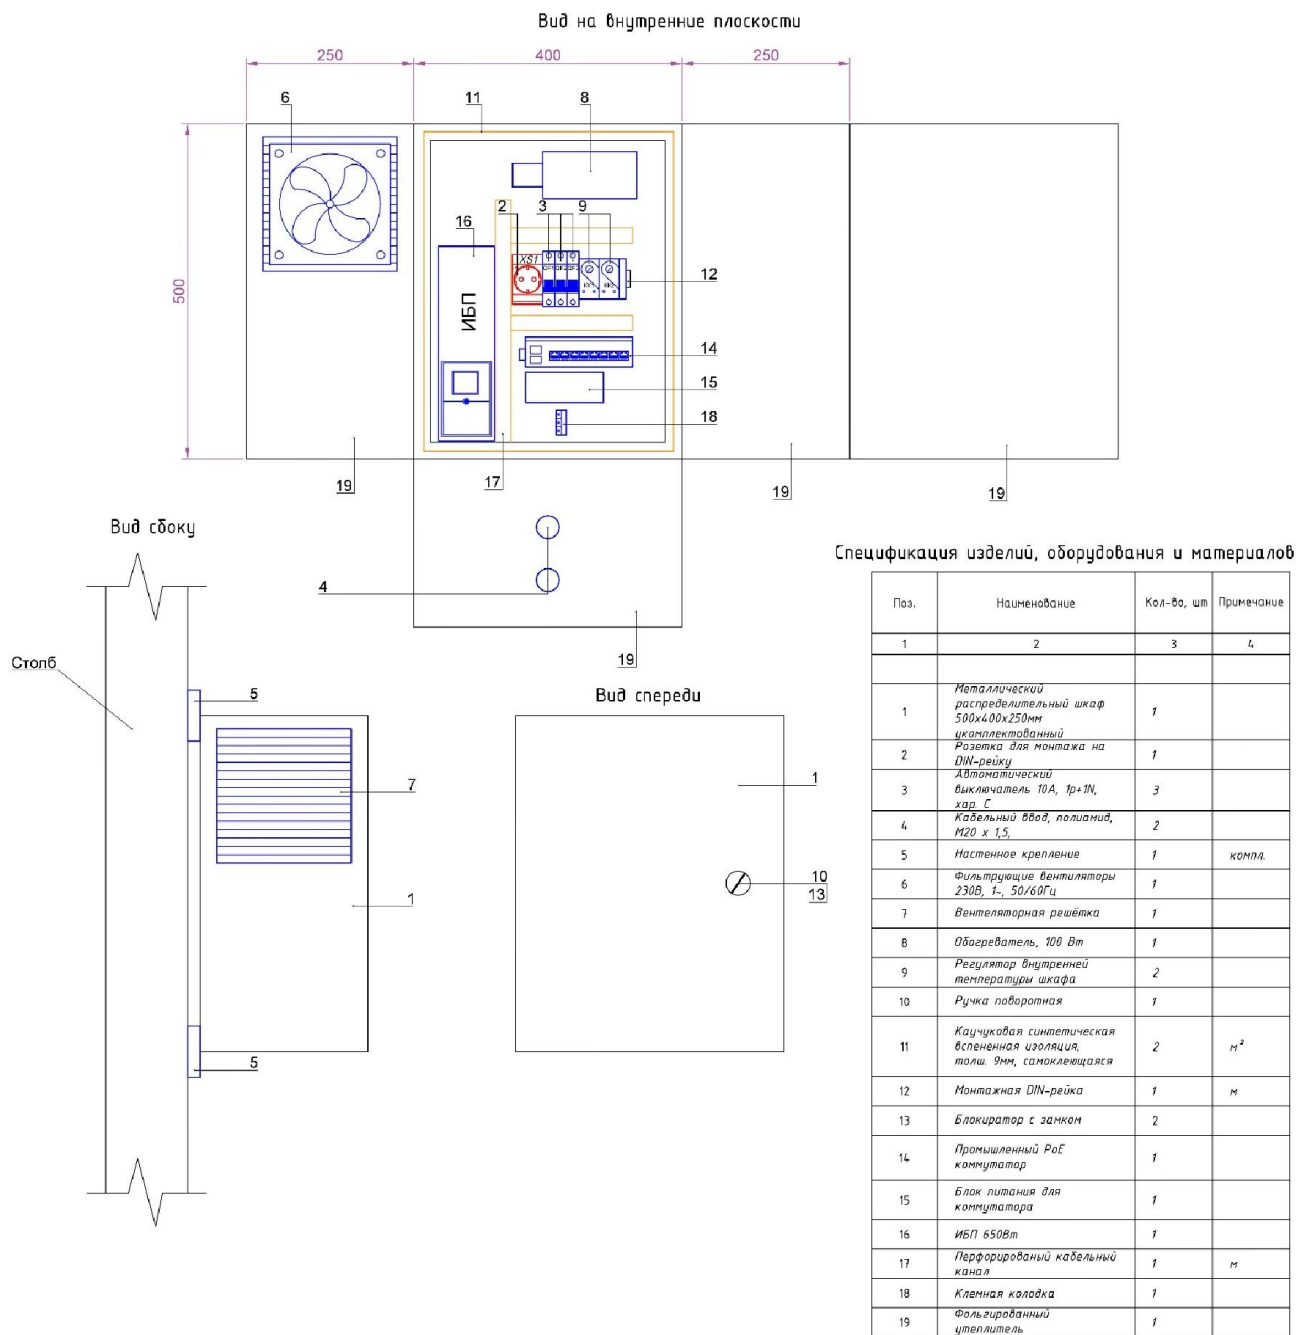

Рисунок 1. Общий вид шкафа.2.4 Заземление
Корпус шкафов серии ШУ-ГТ имеет металлическую сварную конструкцию, внутри покрыт слоем утеплителя с фольгированием, что увеличивает термоизоляцию и уменьшает теплопотери через стенки шкафа (рисунок 1). Отверстия для ввода кабелей находятся в основании шкафа. Для комплектации в боковых стенках шкафа предусмотрены отверстия для установки вентилятора с фильтром, а также фильтра впускного (рисунок 1). На внутренней поверхности шкафа установлены DIN-рейки, на которых крепятся нагреватель, имеется место для установки дополнительного оборудования (рисунок 1).
Для обеспечения бесперебойной работы оборудования, шкаф укомплектован источником бесперебойного питания1 (рисунок 1). Для подключения телекоммуникационного оборудования шкаф оборудован промышленным PoE коммутатором, который оснащён разъёмами SFP и RJ-452. Для удобства обслуживания и повышения электробезопасности шкаф оборудован автоматическими выключателями, через которые подключено оборудование подогрева и вентиляции. Шкаф укомплектован электрической розеткой для подключения дополнительного оборудования. Для контроля внутренней температуры шкафа установлены два терморегулятора, которые включают и выключают систему обогрева и вентиляции шкафа. Обогрев внутри шкафа осуществляется обогревателем мощностью 100Вт. Вентиляция осуществляется вентилятором, который монтируется в боковое отверстие шкафа. Для подключения оборудования шкафа к сети передачи данных по волоконно оптическому кабелю предусмотрен оптический кросс на 8 оптических волокон3.
5. Проверить с помощью специального инструмента наличие напряжения 220 В в розетке (рисунок 1) .